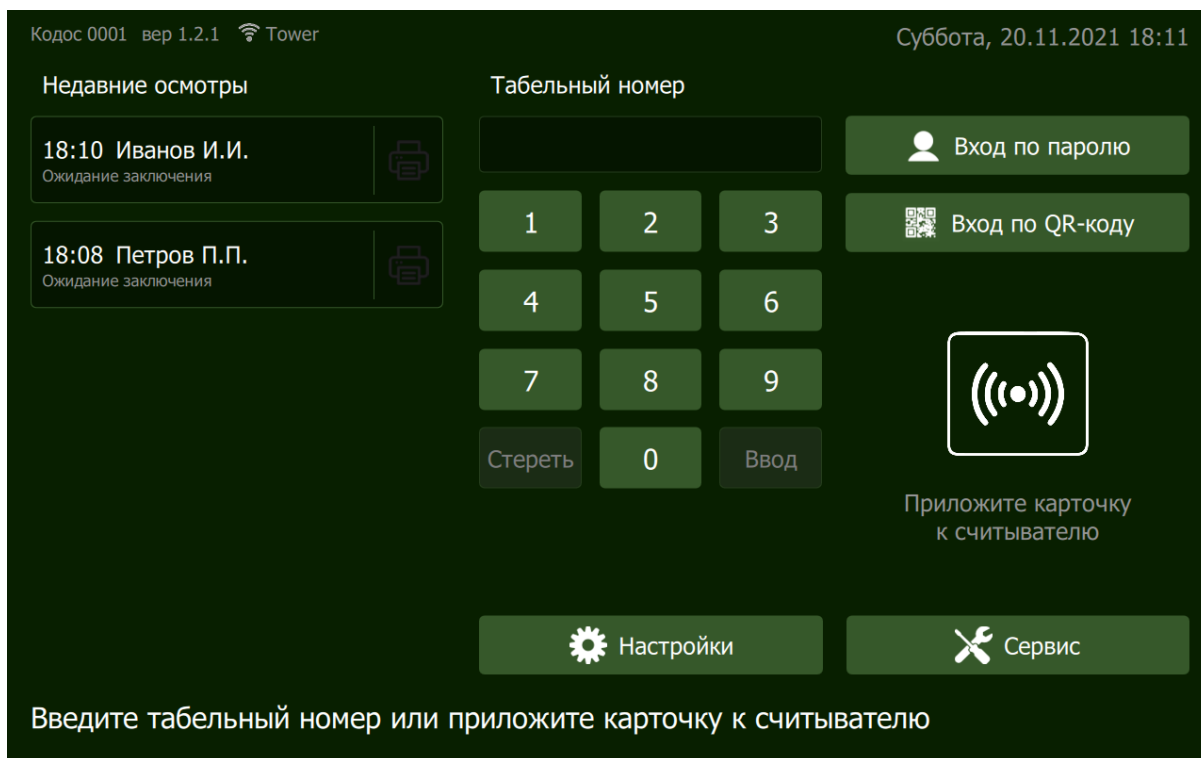

Рисунок 22 – Главный экран
3. После завершения автоматической самодиагностики будет отображен главный экран (рисунок 22).
Для перехода в сервисный режим нажмите на главном экране (рисунок 22) кнопку «Сервис».
Для авторизации с помощью экранной клавиатуры на главном экране (рисунок 22) введите табельный номер работника и нажмите кнопку «Ввод». Введенный табельный номер передается на сервер для выполнения авторизации работника и загрузки ассоциированных с ним данных. Если авторизация не выполнена, то на экране отображается ошибка «Пользователь не существует».
Для авторизации работника с помощью QR-кода нажмите кнопку «Вход по QR-коду» на главном экране (рисунок 22).